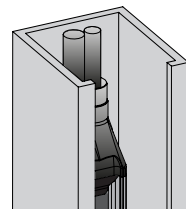

Figura 7: GridScan/Pro con blanqueo secuencial (Versión estándar)
- ▶ Instale el perfil receptor en la guía más próxima a la unidad de control de la puerta (Figura 7).